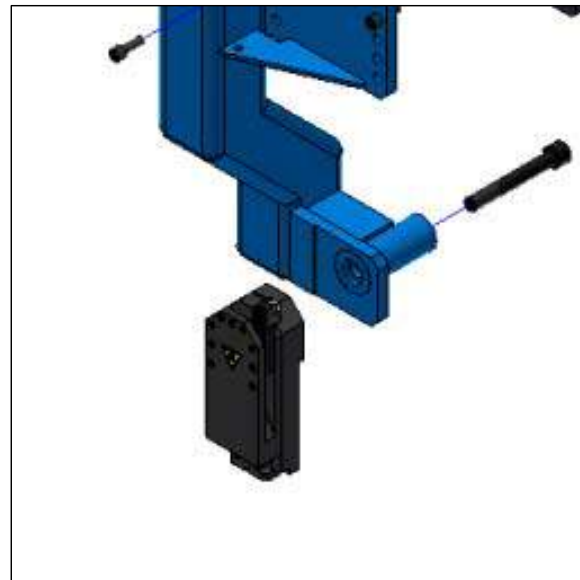

Рисунок 23. Детализовка сборки инструментальной головки
1. Закрепите инструментальную головку в узле обратной подрезки торца с помощью винта с углублением под ключ M20 и плоской шайбы, устанавливаемой для закрепления инструментальной головки на радиальном рычаге (см. рис. Рисунок 23). Затяните винт с головкой под ключ с усилием 185 Нм (135 фут-фунтов).